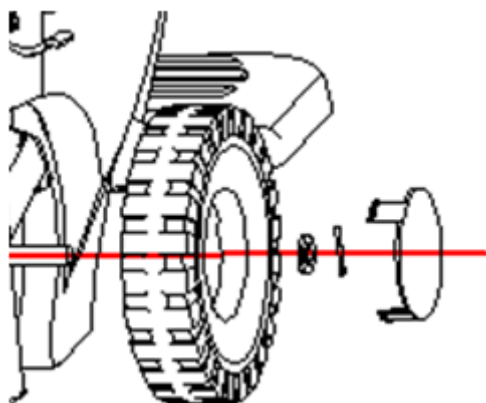

Abb.4-3: Montage der Räder
3. Montieren Sie die Räder an den Radachsen, setzen Sie Unterlegscheiben und Splinte ein, biegen Sie die Enden der Splinte um und bringen Sie die Radkappen an. Wiederholen Sie den Vorgang für das zweite Rad (Abb. 4-3).